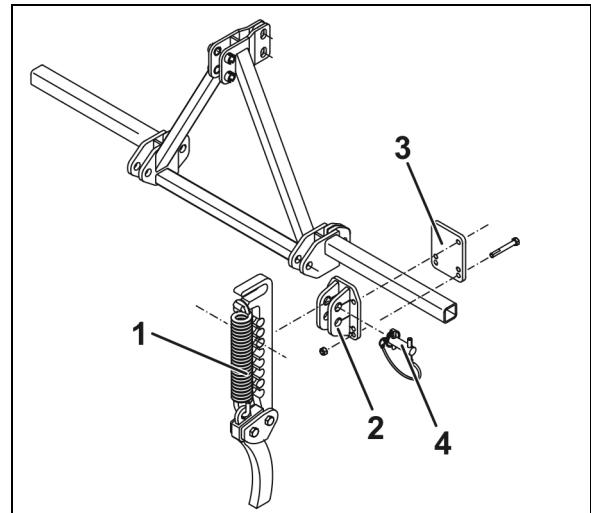

Fig. 21
Die Bodenbearbeitungsmaschine kann mit geringerer Arbeitstiefe eingesetzt werden, wenn diese tiefen Spuren zuerst von den Traktorspurlockerern (Fig. 21) beseitigt werden.
1. Spurlockererhalter (Fig. 21/2) und Klemmplatte (Fig. 21/3) mit Schrauben am Dreipunktverlängerungsrahmen befestigen.
2. Spurlockerer mit Absteckbolzen (Fig. 21/4) am Halter befestigen und so die Arbeitstiefe einstellen (Fig. 21/1).